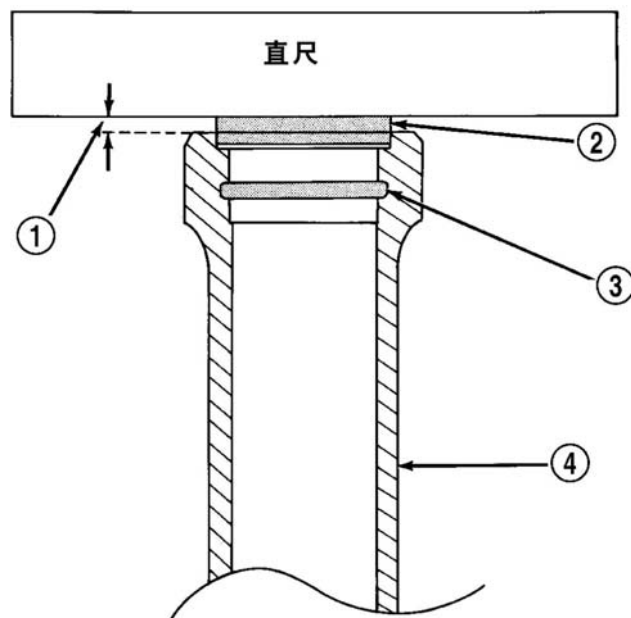

图 15 输出轴凸缘垫片测量
(1) 把原输出轴凸缘直立，并使安装垫片侧向上。
(2) 把原来的垫片放入凸缘上端的槽中。
(3) 放一把直尺在垫片上。
(4) 用测隙规测量直尺与凸缘上端之间的距离（图 15），记录测量结果。